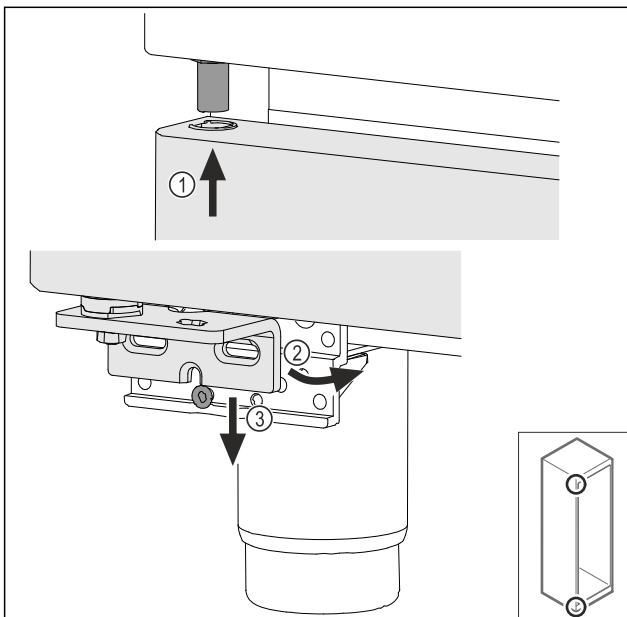

Fig. 74
- ▶ Deur iets gekanteld aan de bovenzijde terugplaatsen Fig. 74 (1), deur recht uitlijnen Fig. 74 (2) en aan de onderzijde op de lagerbokschroef Fig. 74 (3) plaatsen.